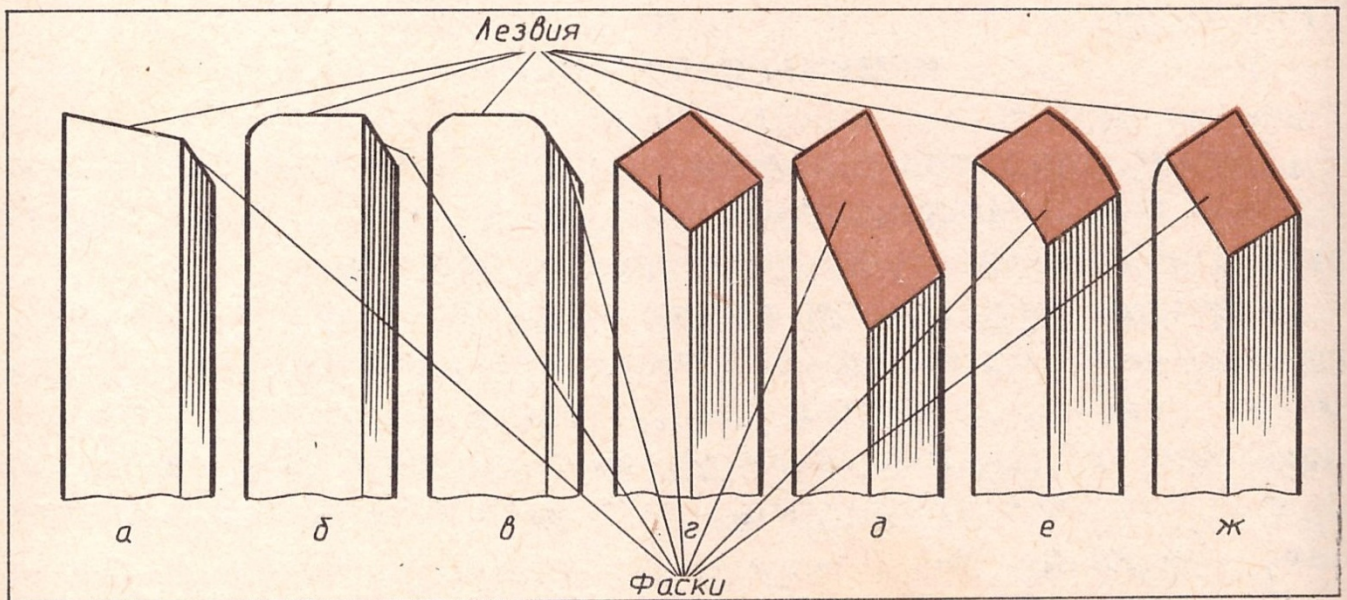

Рис. 138. Ошибки при затачивании.
прямым углом (рис. 138, а — в). Причина этой ошибки в отсутствии контроля при затачивании, в неправильном нажатии на резец.
3. Лезвие не острое, не режет древесину (рис. 138, г). Причина в том, что инструмент не заточен полностью, не выполнена правка на мелкозернистом бруске.
4. Лезвие гнется. В этом случае угол заточки слишком острый (рис. 138, д).
5. Лезвие заточено не ровным, а выпуклым полукругом (рис. 138, е). Причина ошибки в том, что при затачивании фаска была неравномерно прижата к бруску.
6. Образовалась вторая фаска сверху (рис. 138, ж). Очень трудно исправимая ошибка. Причина ее в том, что при снятии заусенца резец был прижат к бруску неплотно, под углом.